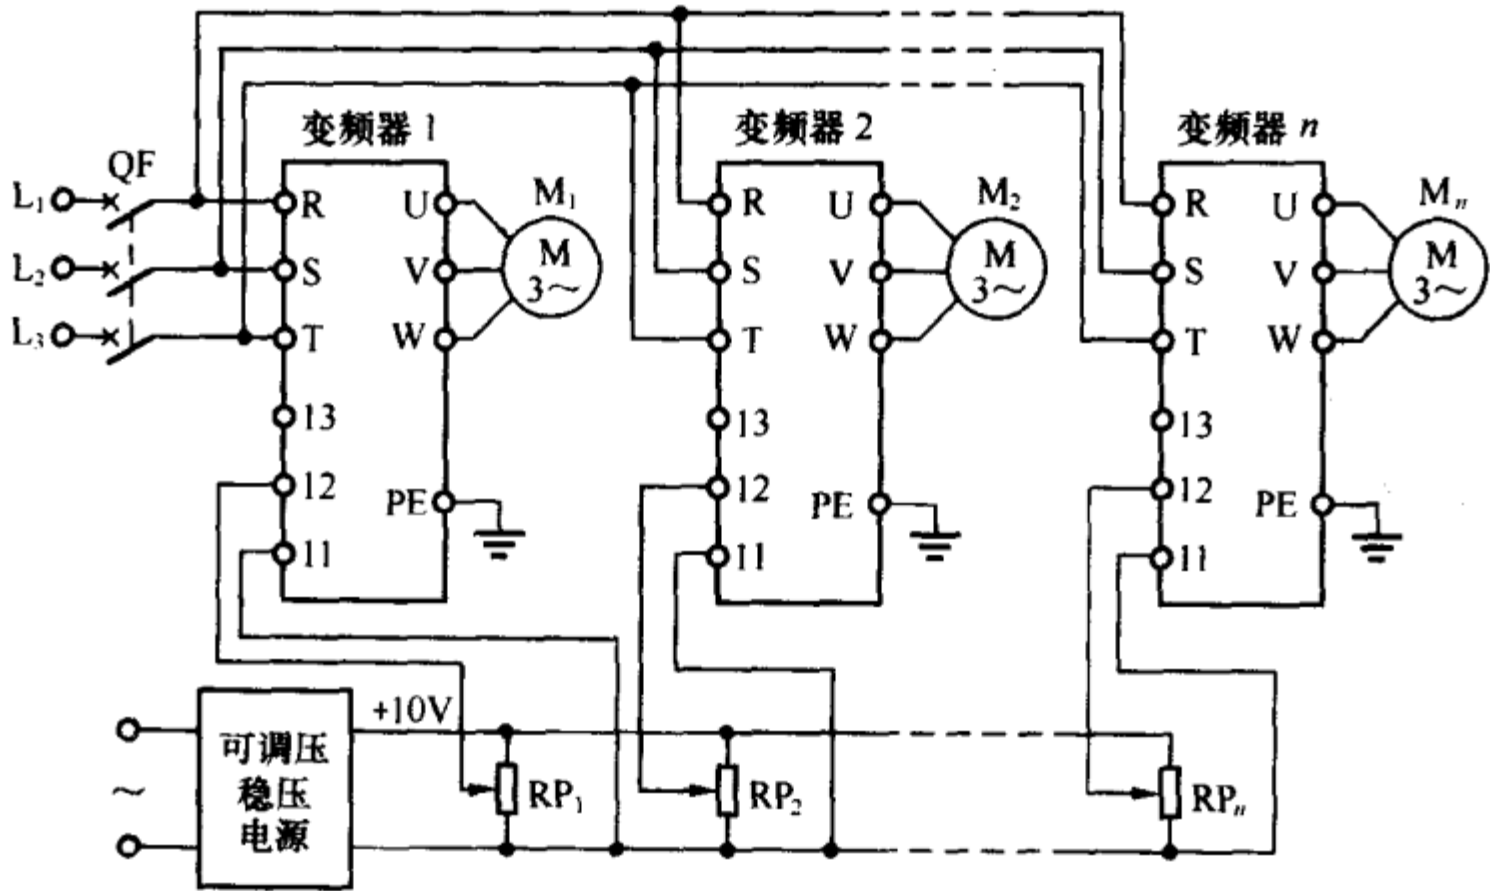

图 40 多台变频器同步控制多台电动机的线路(之二)
(2) 利用一台输出电压可调的稳压电源进行控制。可将各个变频器的电位器并联在稳压电源的输出端，调节各个电位器能分别改变各台电动机的转速。调节稳压电源的输出电压，即可同时控制各台电动机的转速水平，达到同步运行的目的。利用一台稳压电源和多台变频器控制多台电动机的接线如图 40 所示。